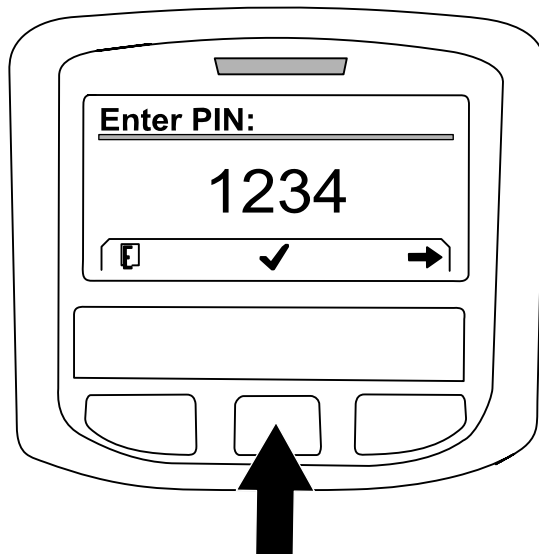
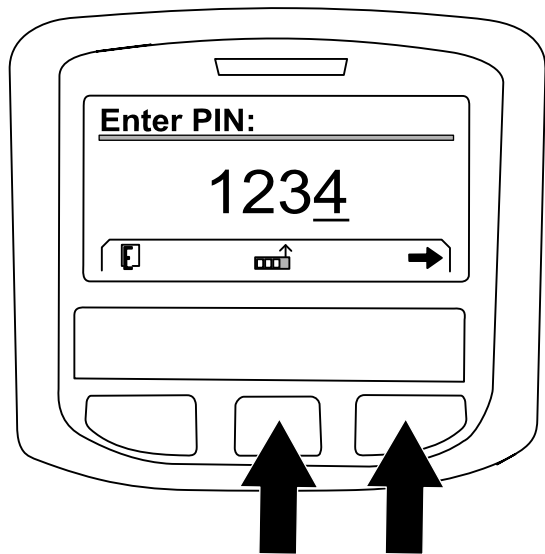

Bild 231
Bild 230
- A. Drücken Sie die mittlere Taste nach Bedarf, um die Zahl des PIN-Codes für die linke Position einzugeben (Bild 230).
- B. Drücken Sie die rechte Taste, um auf die nächste Position der Zahl des PIN-Codes zu navigieren (Bild 230).
- D. Wenn Sie alle Zahlen des PIN-Codes eingegeben haben, drücken Sie die rechte Taste (Bild 230) und drücken Sie dann die mittlere Taste, um den PIN-Code einzugeben (Bild 231).